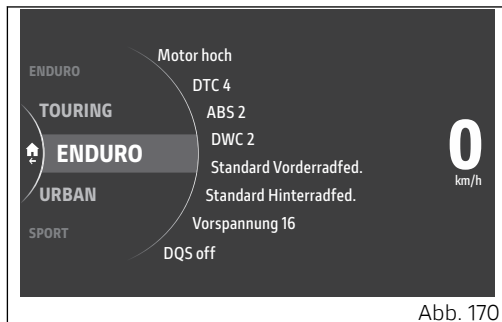

Abb. 170
- Die entsprechende Anzeigeseite (Abb. 170) wird eingeblendet, auf der, durch Betätigen des Joysticks \blacktriangle \blacktriangledown , die verfügbaren Fahrmodi durchgescrollt und deren Parameter mit den entsprechenden, eingegebenen Werten angezeigt werden können.